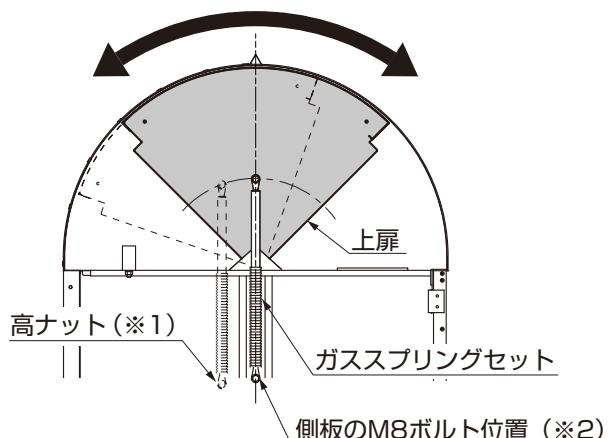

図10-4
- ②ガススプリングセットを垂直に垂らしたときに、ガススプリングセット下側の高ナット（※1）が側板RのM8ボルト（※2）の位置と合うまで、上扉を動かしてください。（図10-4参照）